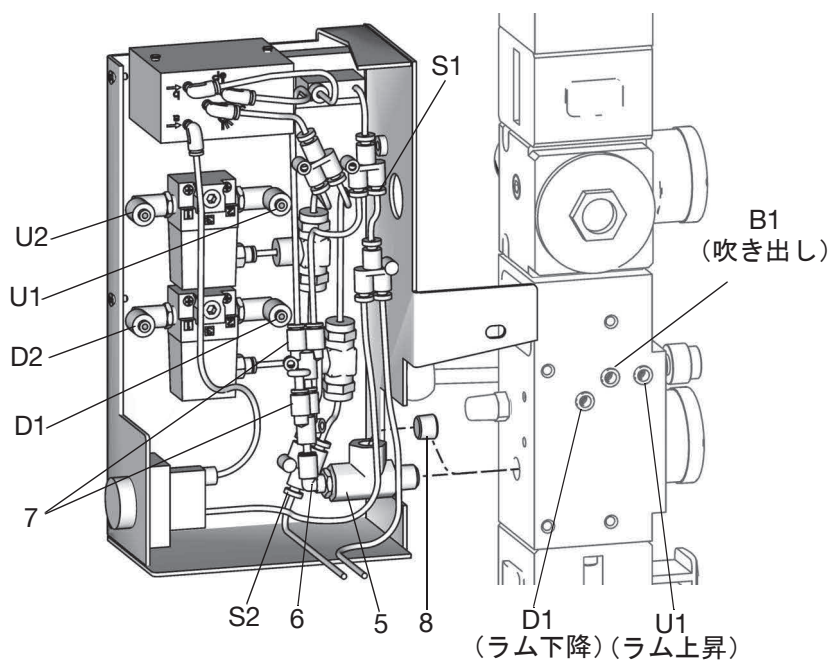

図 13
手順 9-14 は、図 13 を参照します。
9. 2 ボタンインターロックモジュールの内部で、エルボー金具 (6) とプッシュ金具 (7) をチーズ金具 (5) から外します。統合エア制御の背面にある予備のエア供給ポートからプラグ (8) を取り外します。チーズ金具をポートに通し、ブラケットの胚後部から取り付けます。エルボー金具 (6) とプッシュ金具 (7) を再度取り付けます。プラグをチーズ金具 (5) の上部に再度取り付けます。
10. チューブ (147) をエア制御の背面のラム下向き金具から下部のパイロットバルブ右側にある金具 (D1) に接続します。図 13 を参照してください。
11. チューブをラムシリンダーの上部近くにあるラム下向き金具から、下部パイロットバルブの左側にある金具 (D2) に接続します。図 13 を参照してください。
12. チューブ (147) をエア制御背面のラム上向き金具から、上部パイロットバルブの右側にある金具 (U1) に接続します。図 13 を参照してください。